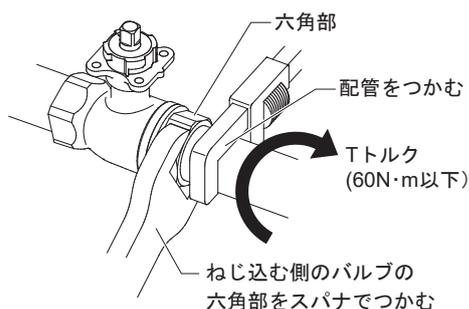

図7 配管への取り付け
- 配管をねじ込む側のバルブの六角部をスパナなどでつかみ、配管をねじ込んでください。（図7参照）過度のねじ込みを行わないでください。推奨ねじ込みトルクは、60N・mです。